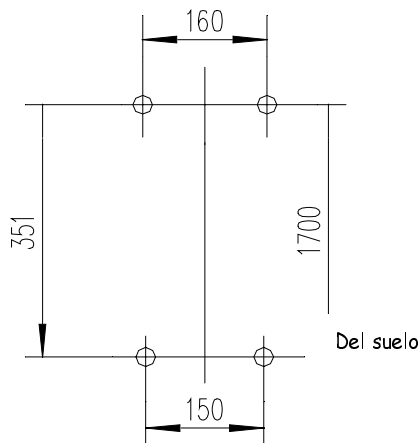

Fig. 4
1. Según la Fig. 4, determine la ubicación de los tornillos. Perfore cuatro agujeros de (Ø) 8mm de diámetro, luego inserte los tornillos de expansión de Ø6mm en los agujeros.